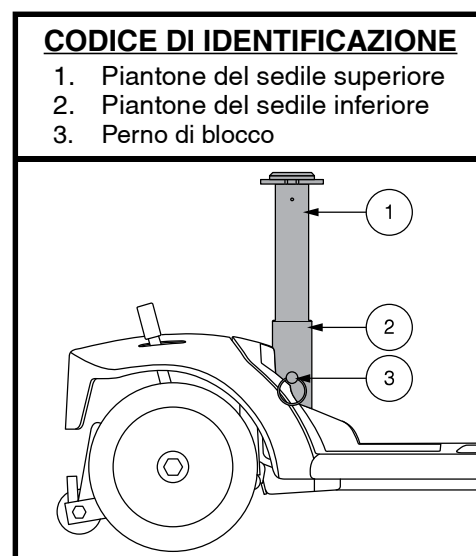

Figura 26. Regolazione dell'altezza del sedile
È possibile posizionare il sedile ad altezze differenti. Vedere figura 26.
2. Rimuovere il montante della sella dal miniscooter staccando il perno di fermo dalla parte inferiore del reggisella, poi sollevare il montante ed estrarlo dal miniscooter. **Vedere figura 26.**